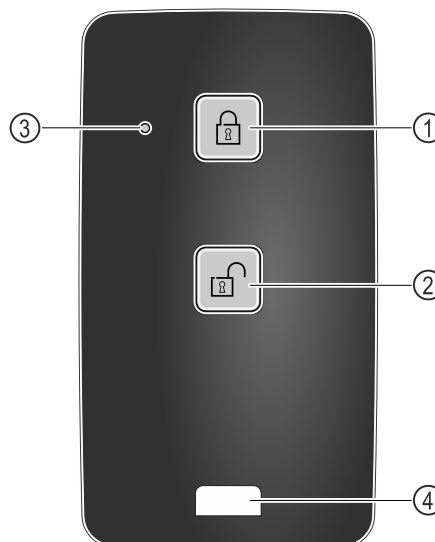

Fig. 147
- (1) Luku lukustamine
- (2) Luku lahtilukustamine
- (3) Oleku-LED
- (4) Kinnitusaas
- Vajutage kaugjuhtimispuldil klahvi Fig. 147 (1).
- Vajutage kaugjuhtimispuldil klahvi Fig. 147 (2).
- Oleku-LED Fig. 147 (3) annab klahvivajutuse korral visuaalse tagasiside.
- Aas Fig. 147 (4) kaugjuhtimispuldi kinnitamiseks, näiteks võtmekimbu külge.